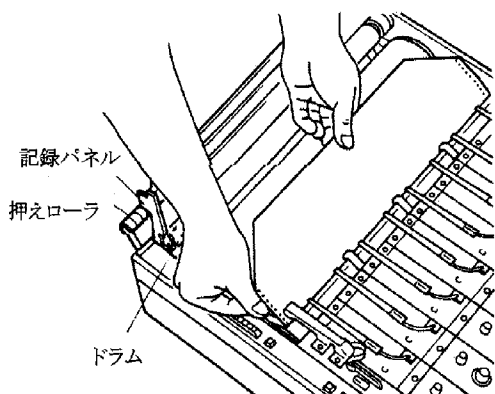

図 2-4 記録紙の引出
- ① レコーダ本体右側のペン上げレバーを手前に引きスプロケットローラが自由に回転できるようにして記録紙の端を両手でじっくりと、当て板の上を滑らせスプロケットローラとの間を潜らせます。スプロケットローラとペン先との間から紙が頭を出したら手でつまんで引上げ、スプロケットとかみ合わせます。左側のスプロケットは、左右に動きます。このまま記録紙を引出し適当な所でペン上レバーをもとに戻します。(図2-4)
- ② 記録パネルを閉じ、記録紙をパネルの上になじませながら、押えローラとドラムの上に紙を通します。
- ③ 押えローラを元に戻します。